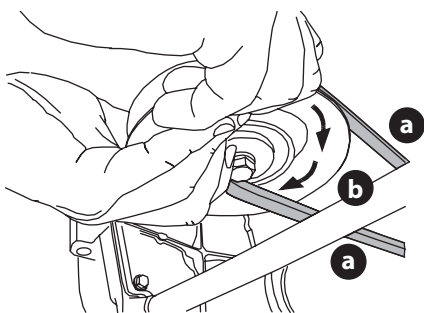

Figure 41
- d. Maintenez la courroie de la prise de force (a) vers le bas et continuez de tourner la poulie de la prise de force (b) jusqu'à ce que la courroie de la prise de force (a) soit complètement dégagée de la poulie de la prise de force (b) (Figure 41).
10. Tenez la courroie de la prise de force et la poulie, puis tournez la poulie vers la gauche (Figure 41 on page 106). Continuez à tenir et à tourner la poulie et la courroie de la prise de force jusqu'à ce que la courroie soit complètement enroulée autour de la poulie de la prise de force.